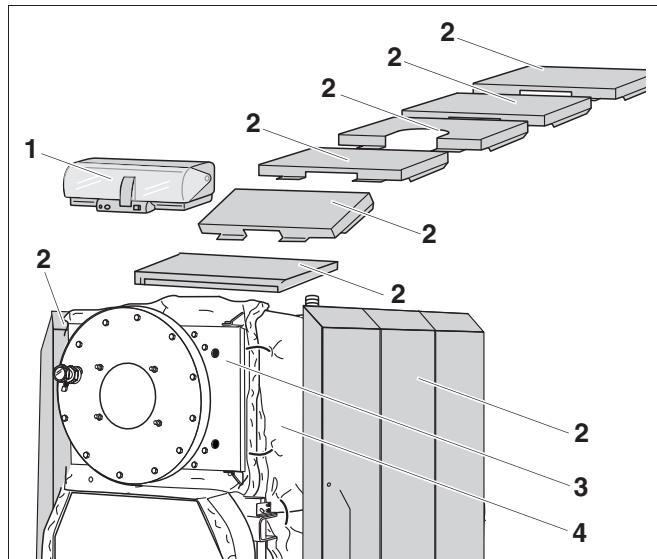

Рис.1 Конденсационный котёл Logano plus SB735 Gas
Основные части газового конденсационного котла Logano plus SB735 Gas (рис. 1):
- Система управления (дополнительный заказ – рис. 1, [1]). Система управления предназначена для контроля и управления всеми электрическими компонентами газового конденсационного котла.